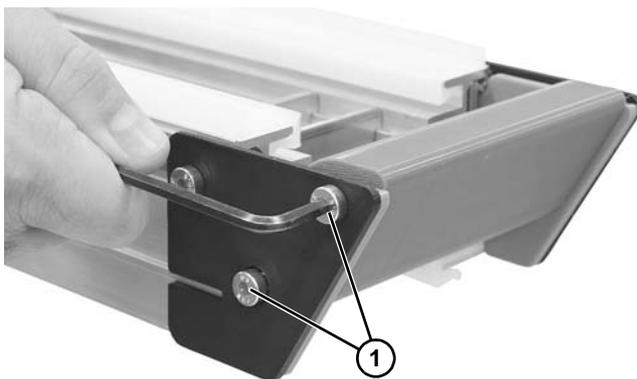

Figure 63
1. Sur les deux côtés du convoyeur, retirer les deux vis de fixation (**Figure 63, élément 1**).